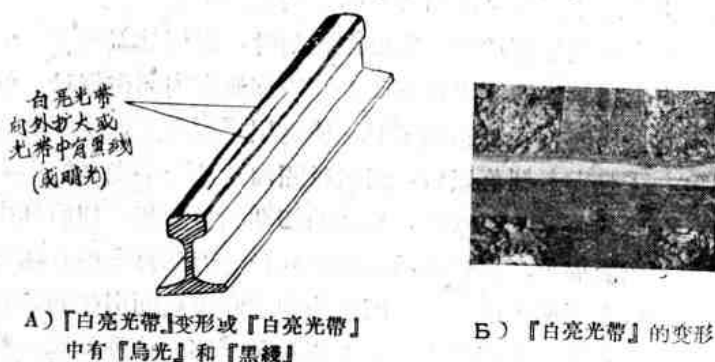

图 3
相交处不直、不齐，有时看着好像有一个凹坑一样（图 3，B）的现象时，则轨头内部可能有裂纹，裂纹的长度大致与『白亮光带』变形的长度相同。
2. 『白亮光带』中有『乌光』或『黑线』（图 3，A）：如发现『白亮光带』变形，应再注意白亮光带中有没有『乌光』或『黑线』。因为当钢轨有垂直的竖裂纹时，